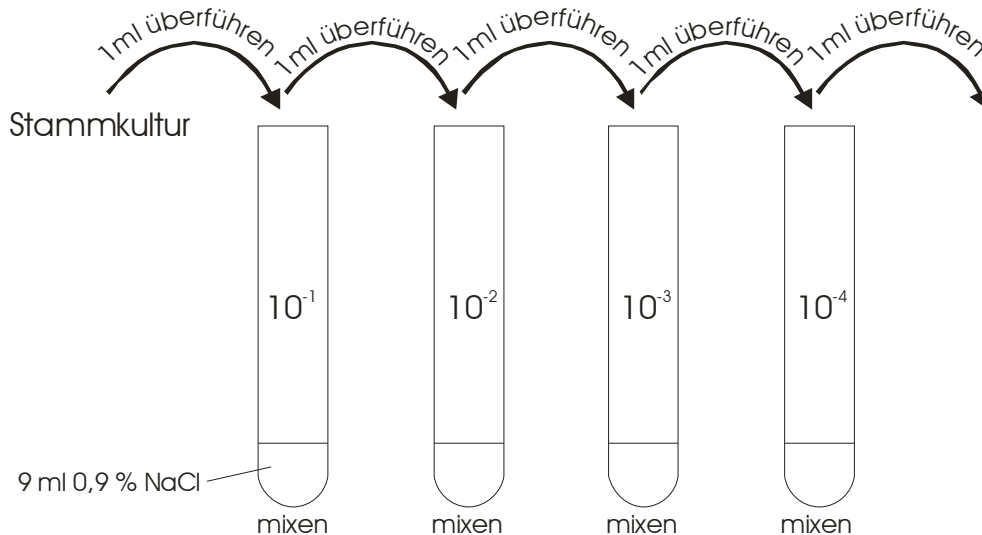

Abbildung 7: Herstellung einer Verdünnungsreihe
- Die Schritte in der gleichen Abfolge bis zum zehnten Röhren wiederholen, indem jeweils nach dem Mixen 1 ml Suspension in das nächste Röhren überführt wird (siehe Abbildung 7).